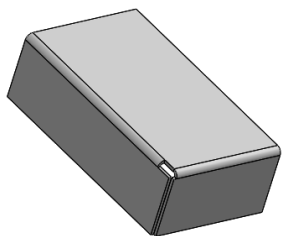

图 9-94 源文件
- 02 在“打开”对话框中选定文件名为“9.12”，然后单击“OK”按钮，或者双击所选定的文件，即打开所选文件，如图 9-94 所示。